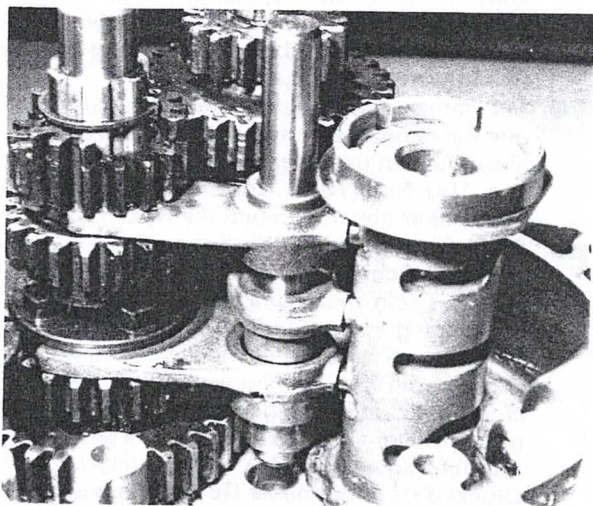

Bild 69
- Die Schaltgabelachse einsetzen und ganz in die Aufnahmebohrung einführen (Bild 69).